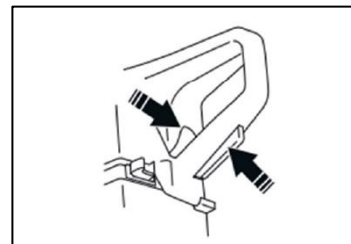

Рис. 19
- После запуска нажмите и отпустите рычаг газа. Двигатель перейдет на холостые обороты (Рис. 19).